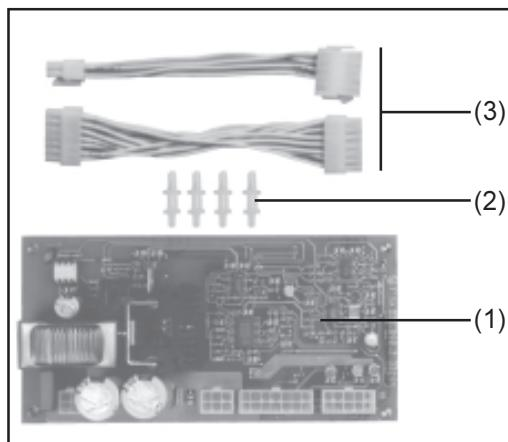
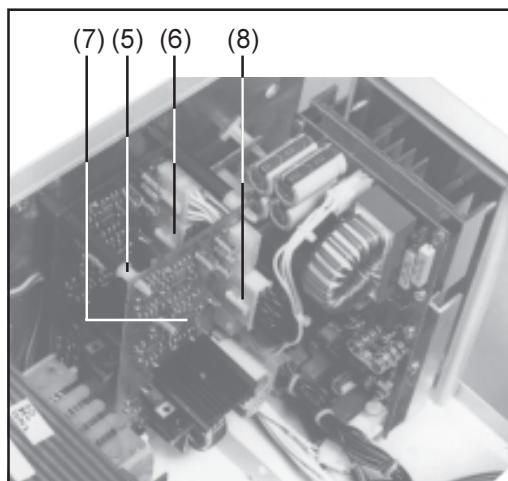

Abb.3 Einbauset
Abb.4 Einbauposition Print PZ45 RO
- Visser entretoises encliquetables - fig.3/pos.(2) - sur les entretoises M4x40 - fig.4/pos.(5).
- Ficher câbles - fig.3/pos.(3) - dans douilles à 14 fiches sur la plaque PV45S (A25x4) - fig.4/pos.(6).
- Installer plaquette PZ45 RO - fig.3/ pos.(1) - parallèlement à la plaquette PV45 S - fig.4/pos.(7)
- Ficher connecteur à 14 fiches sur la plaquette PZ45 RO (A26X4) - fig.4/ pos.(8)